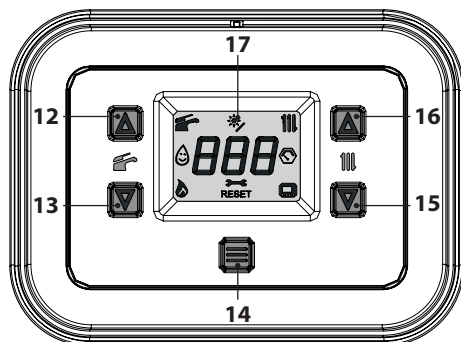
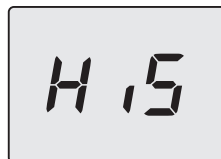
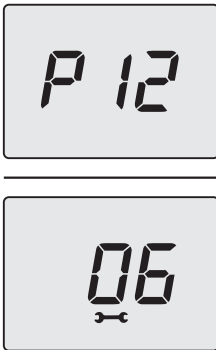
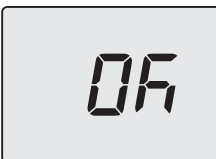

Figura 5.40
Figura 5.41
Figura 5.44
Figura 5.45
- Entrare in "modalità programmazione" premendo contemporaneamente per 5 secondi i tasti 13 e 15 (Figura 5.40) fino a far apparire sul display LCD le lettere **HiS** che indicano il menu "Storico delle caldaia" (Figura 5.41).
- Premere per 1 sec. il tasto 14 (Figura 5.40) per entrare nel parametro selezionato. Il display visualizzerà quanto segue (Figura 5.44).
- Premendo il tasto 14 (Figura 5.40) si ottiene la conferma del valore inserito. Il display visualizzerà per 5 sec. quanto segue (Figura 5.45) poi, si porterà al livello superiore.
- Premendo contemporaneamente i tasti 13 e 15 (Figura 5.40) si esce senza modificare il valore (ritorno al livello precedente).
- tenere premuti contemporaneamente i tasti 13 e 15 per 5 sec. (Figura 5.40) (ritorno al livello precedente).